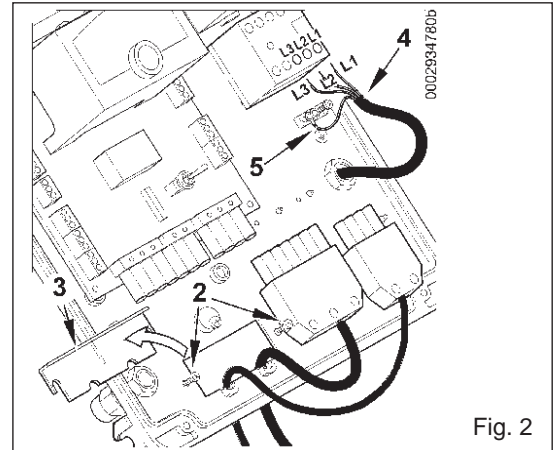

Fig. 2
- Ослабить винты (2). После того как сняли кабельный зажим (3), пропустить через отверстие 7-штырьковый и 4-штырьковый разъемы (см. рис. 2). Соединить кабели питания (4) с дистанционным выключателем, подкрепить кабель заземления (5) и закрепить относительное крепление для кабелей.